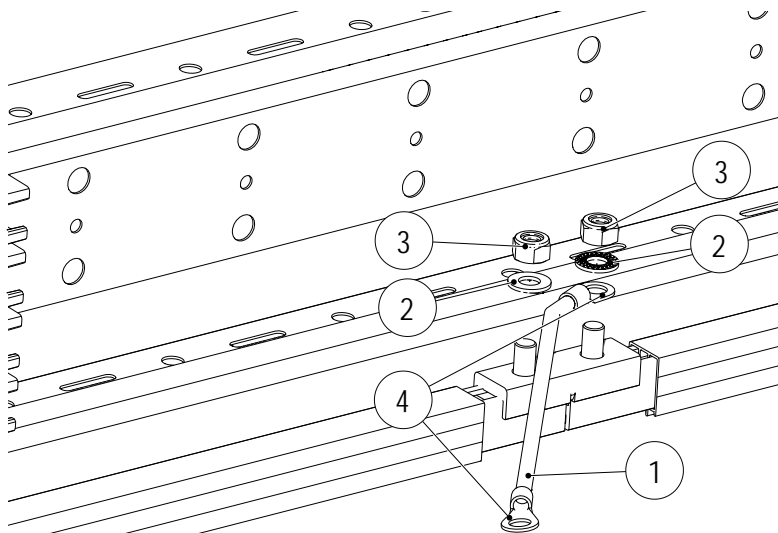

Abb. 53: PE-Leitung (1) am Verbinder der PE-Schiene montieren
1. An beiden Enden der PE-Leitung (1) jeweils einen Ringkabelschuh (4) anbringen (siehe Abb. 53).
2. An den Verbinderbolzen der PE-Schiene die PE-Leitung (1) mit Sperrkantscheibe (2) und Sechskantmutter (3) mit einem Drehmomentschlüssel (SW 13, Drehmoment: 12 Nm) anziehen (siehe Abb. 53).